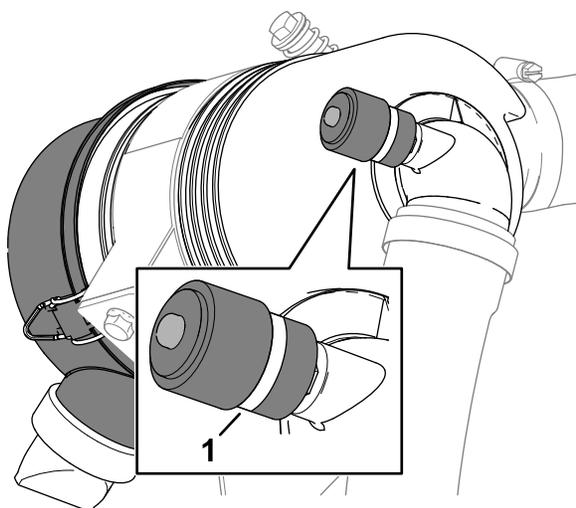

Figura 113
3. Controllate l'indicatore di manutenzione all'estremità dell'alloggiamento del filtro dell'aria (Figura 113).